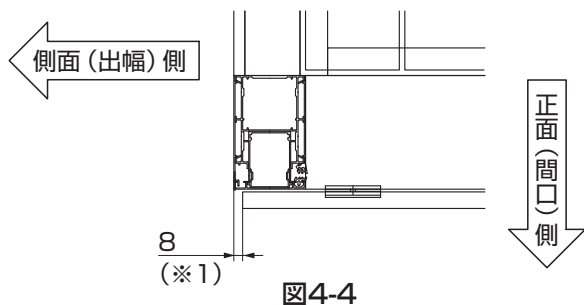

図4-4
- 正面側面部の幕板Bは端柱から8mm (※1) 内側の納まりになります。(図4-4参照)